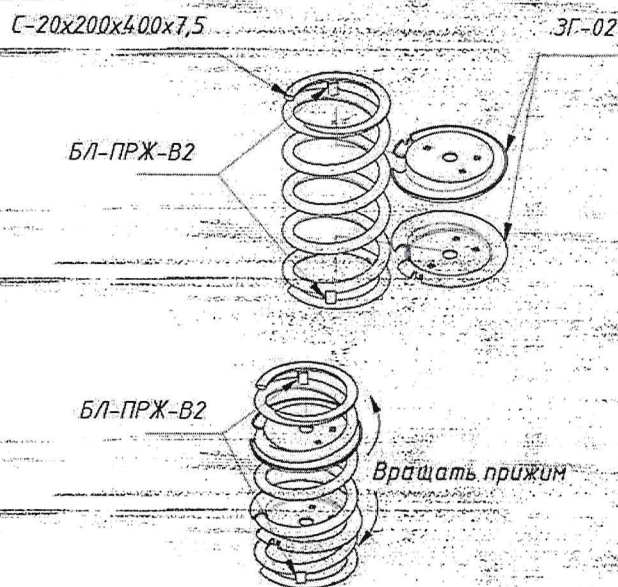
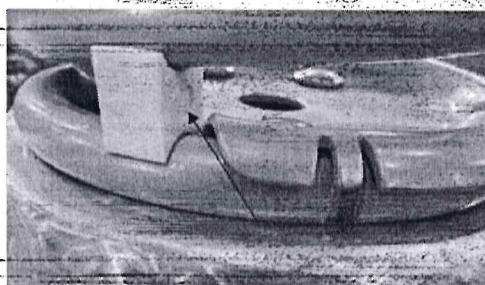

Рис. 7 Схема установок вставок БЛ-ПРЖ-В2 и прижимов ЗГ-02 в пружину С-20х200х400х7,5
Рис. 8 Расположение вставки БЛ-ПРЖ-В2 и прижима ЗГ-02 в пружине
- прижим ЗГ-02 вращать до совмещения с ответным пазом в пружине (Рис. 8).
6.10 Установить в крайние витки пружины вставки БЛ-ПРЖ-В2 и в предпоследние витки пружины прижимы ЗГ-02 (Рис. 7). Прижим ЗГ-02 вращать до совмещения с ответным пазом в пружине. Вставка БЛ-ПРЖ-В2 устанавливается между витками пружины С-20х200х400х7,5, перед началом витка прижима ЗГ-02, для предотвращения опасного зазора, сторона с узором круга в пластиковой вставке устанавливается по направлению увеличения витка по высоте (Рис. 8).